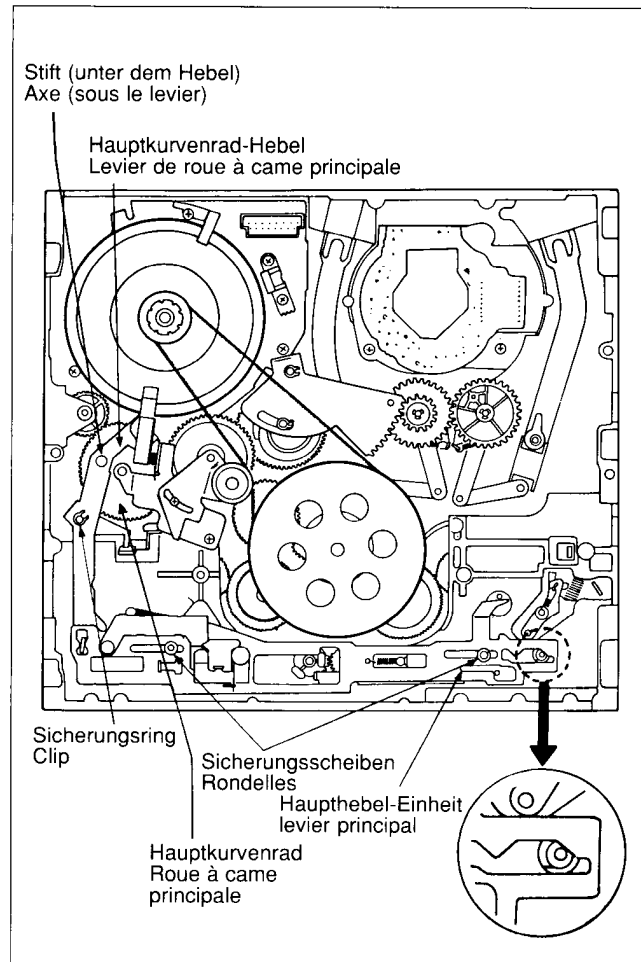

Fig. 67
2. Die Haupthebel-Einheit einbauen und mit 2 Sicherungsscheiben sichern. Beim Einbau darauf achten, daß alle Stifte sich in den Aussparungen oder an den Hebelarmen befinden. Fig. 67
2. Monter l'ensemble levier principal et le maintenir avec 2 clips. S'assurer que toutes les broches sont positionnées dans les encoches et les bras de levier. Fig. 67